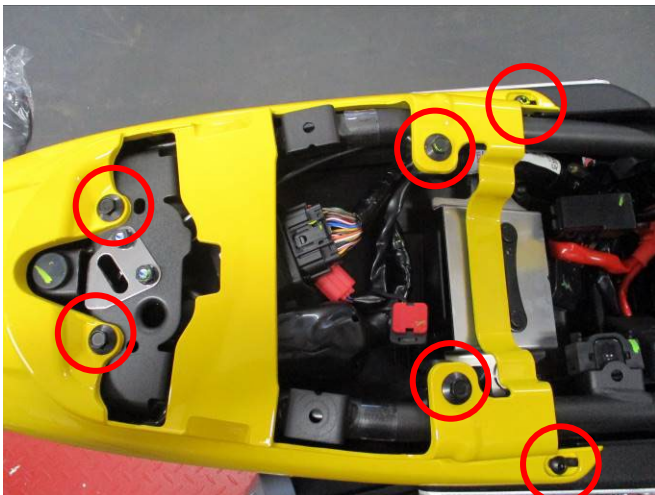

Abbildung 1
- Entfernen Sie die Schrauben, die die Heckverkleidung am Motorrad oben befestigen, wie in **Abbildung 1** abgebildet. Halten Sie die Heckverkleidung fest, so dass sie runterfällt und entfernen Sie vorsichtig die 4 schwarzen Schrauben an der Unterseite des Hecks, um die Verkleidung zu splitten. Entfernen Sie anschließend die Verkleidung vom Motorrad.